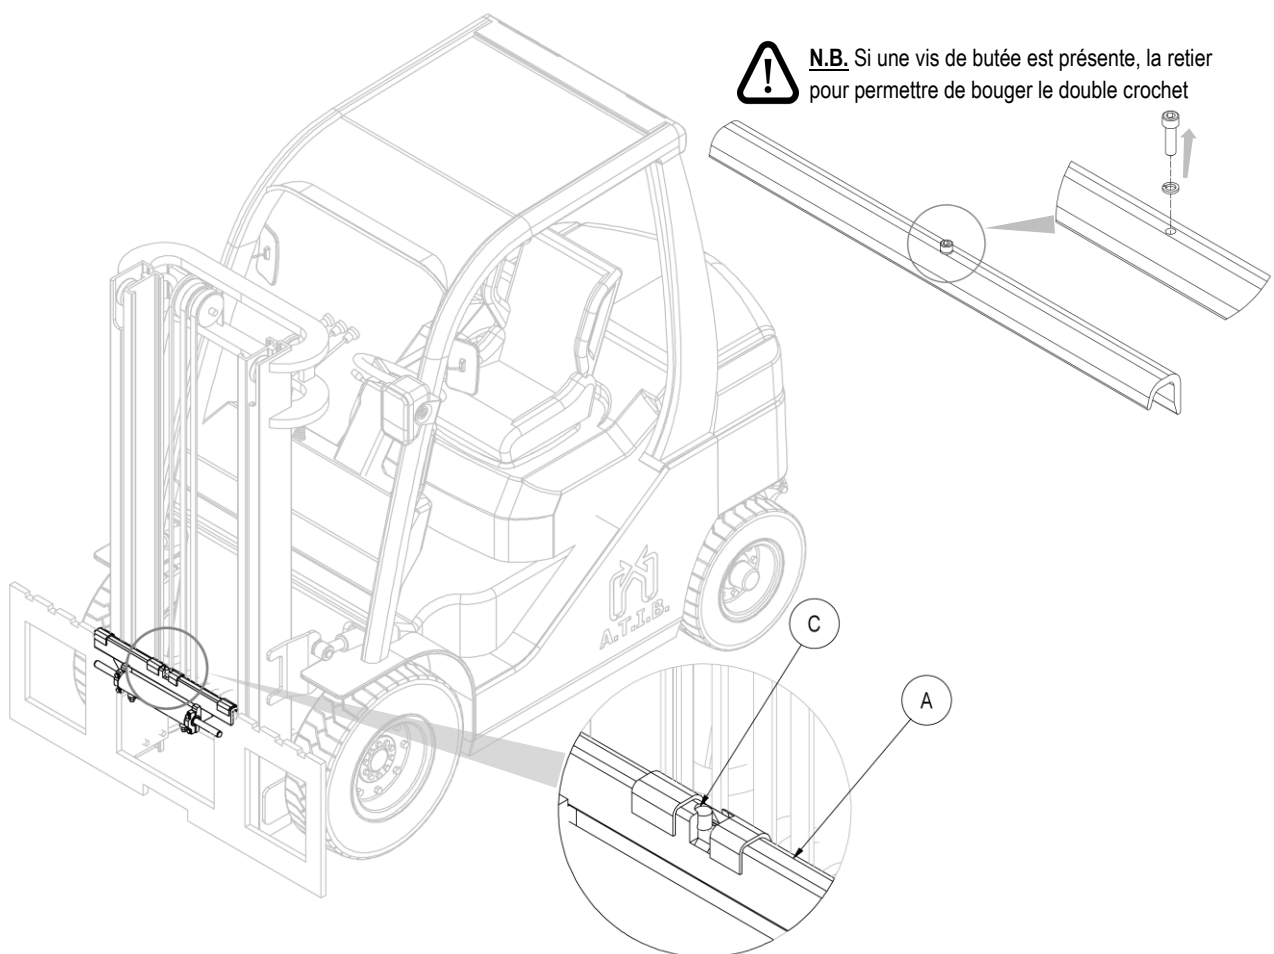

Figure 6
4. Prendre manuellement le double crochet **A** (avec les bagues de glissement et le vérin de translation correspondant), et le positionner sur le profil supérieur du tablier porte-fourches, en veillant à emboîter le goujon de centrage **C** dans l'encoche centrale de celui-ci (voir *Figure 6*).